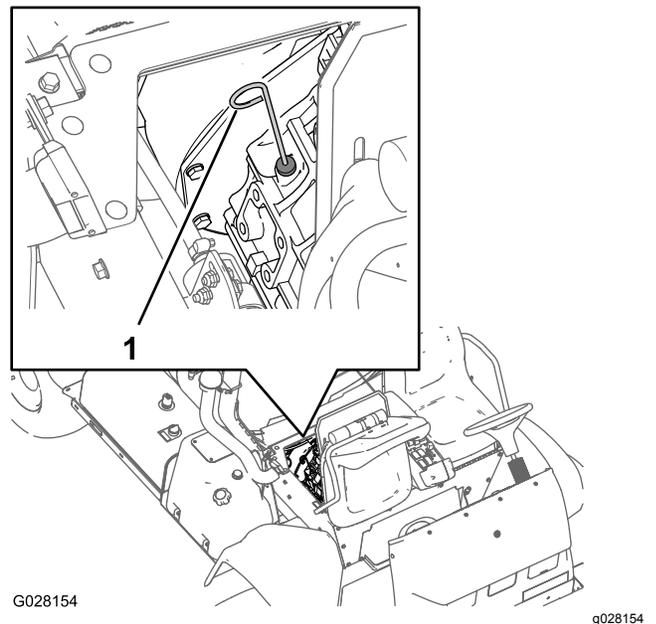

Figura 53
6. Retire la varilla y compruebe el nivel de aceite del motor (Figura 53).
7. Añada lentamente más aceite del tipo especificado para que el nivel llegue a la marca Lleno de la varilla (Figura 53).